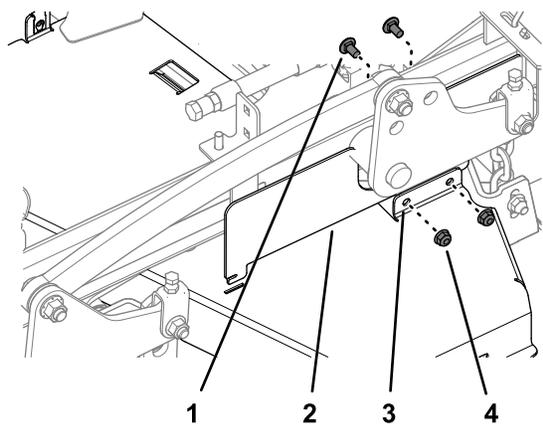

Figura 43
- Montate la protezione CE del lato sinistro sul copricinghia sinistro (Figura 43) con i 2 bulloni a testa tonda e i 2 dadi di bloccaggio rimossi in Rimozione del copricinghia sinistro (pagina 28).